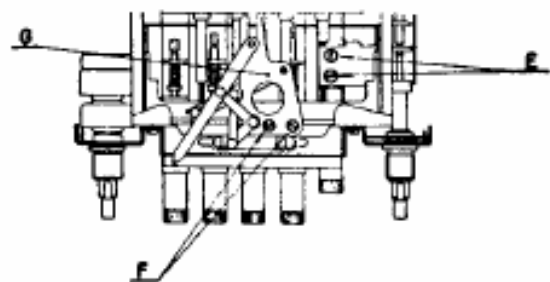

Fig. 2.
- 2) Togliere le due viti E (fig. 2) che fissano il meccanismo di rinvio.
2) Togliere le due viti F (fig. 2) che fissano il complesso.